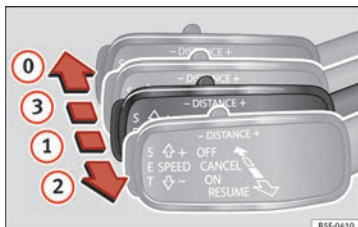

Abb. 202 Auf der linken Seite der Lenksäule: dritter Hebel für die Betätigung der automatischen Distanzregelung.
Es ist möglich, die ACC erneut zu aktivieren, indem Sie den Hebel auf Position ② » Abb. 202 stellen.